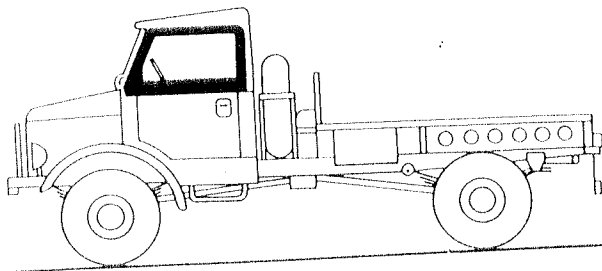

Abb. 12
5. Türfensteraufsätze auf Türbrüstung aufstecken und mittels Druckknöpfen am Windschutzscheibenrahmen befestigen. (Abb. 12)